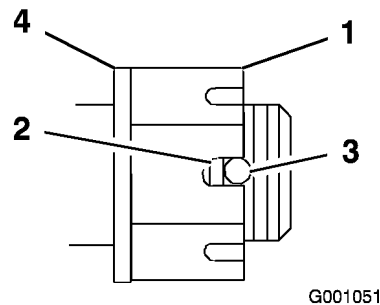

Figure 44
- Serrez l'écrou crénelé à 170 Nm (Figure 44).
- Mesurez l'espace entre la base de la fente de l'écrou et le bord intérieur du trou. On ne doit pas voir plus de deux filets (Figure 44).
- Serrez l'écrou jusqu'à ce que la série de fentes suivante soit en face du trou de l'axe (Figure 44).